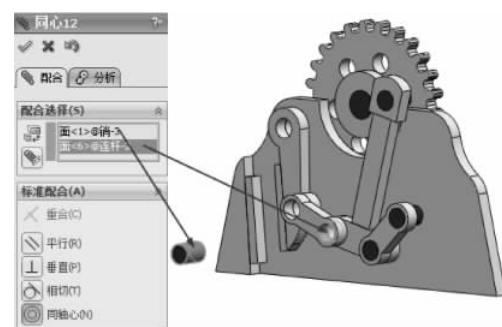

图 3-159 同轴心配合
(22) 选择【标准配合】选项组下的【同轴心】配合类型 ,在【要配合的实体】选择框 中选择如图 3-159 所示的面,其他保持默认,单击【确定】按钮 ,完成同轴心配合。